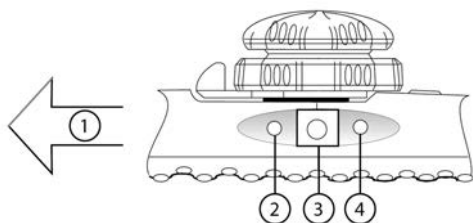

Рис. 7 Элементы управления вращением плоскости сканирования
Вращение плоскости сканирования осуществляется двигателем в ручке эндоскопа и управляется кнопками на ручке (см. Рис. 7).
Нажмите кнопку биплановой проекции (центральная кнопка) на ручке эндоскопа. См. рис. 7 на стр. 16. Плоскость сканирования поворачивается с максимальной скоростью из текущего положения до ортогональной проекции. (Например, если в текущем положении угол поворота составляет 22° , выполняется поворот плоскости сканирования до 112° . Если в текущем положении угол поворота составляет 162° , выполняется поворот плоскости сканирования до 72° .)
- 3 Для вращения плоскости сканирования против часовой стрелки (от 0 до 180°) и по часовой стрелке (от 180 до 0°) нажимайте кнопки управления плоскостью сканирования на ручке. См. рис. 7 на стр. 16.